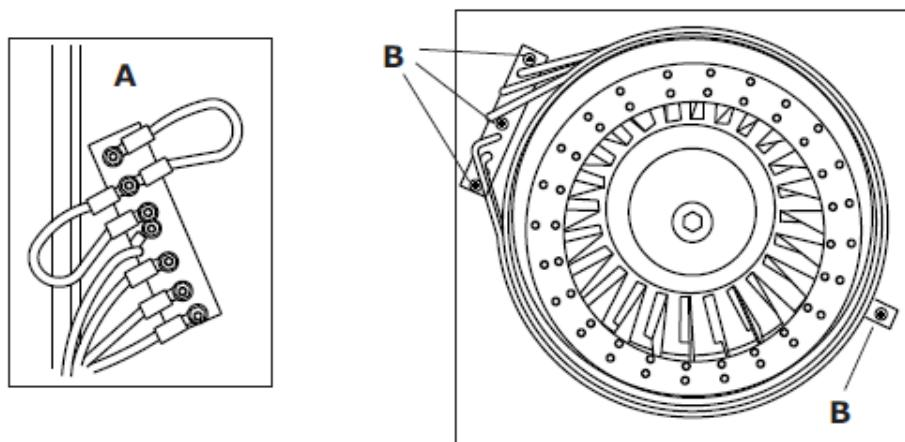

Рисунок 16.
- Начните работу с задней стороны печи, отключите электрические соединения нагревательных элементов (Рисунок 16а);
- Открутите винты (Рисунок 16б), которые фиксируют фланец нагревательных элементов камеры печи;